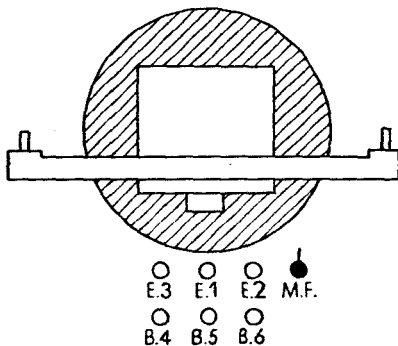

Abb. 5
40. Plätze der zurückgetretenen Bedienung und Plätze der Bedienung in Meßstellung siehe Abb. 5 und 6.
Die Bedienung tritt so hinter dem Gerät an, daß E. 1 3 Schritte hinter dem Einblick des Em. steht (siehe Abb. 5).